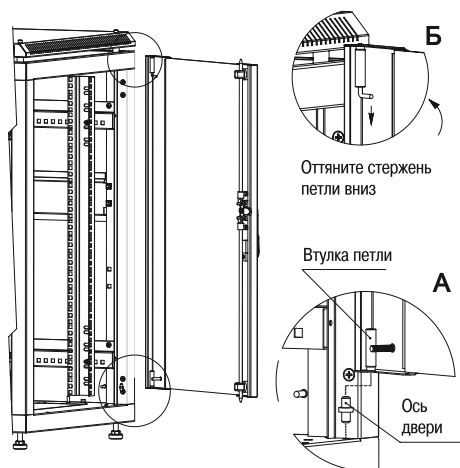

Рисунок 14
3.4.3 Вставьте ось в круглое технологическое отверстие в основании близ стойки, наденьте втулку петли на подпятник (действие А). Оттяните стержень петли вниз (действие Б), защелкните колпачок петли в отверстиях на верхнем основании (рисунок 14). Закройте дверь на замок. При правильном монтаже дверь вращается плавно, запирается без особых усилий.